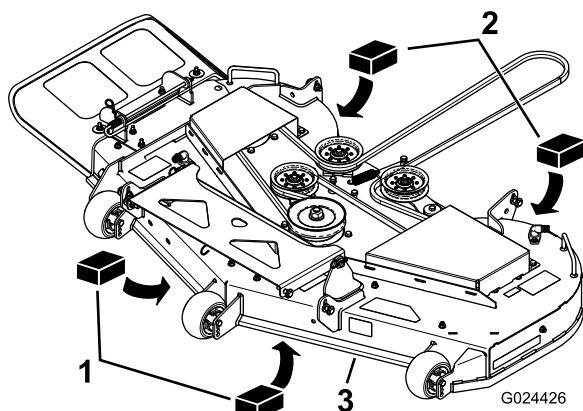

Figura 60
3. Coloque dos bloques de 6.66 cm (2-5/8 pulgadas) debajo de cada lado del borde delantero de la carcasa, pero no debajo de los soportes de los rodillos protectores del césped (Figura 60).
4. Coloque dos bloques de 7.3 cm (2-7/8 pulgadas) de grosor debajo del borde trasero del faldón de la carcasa de corte, uno en cada lado de la carcasa de corte (Figura 60).